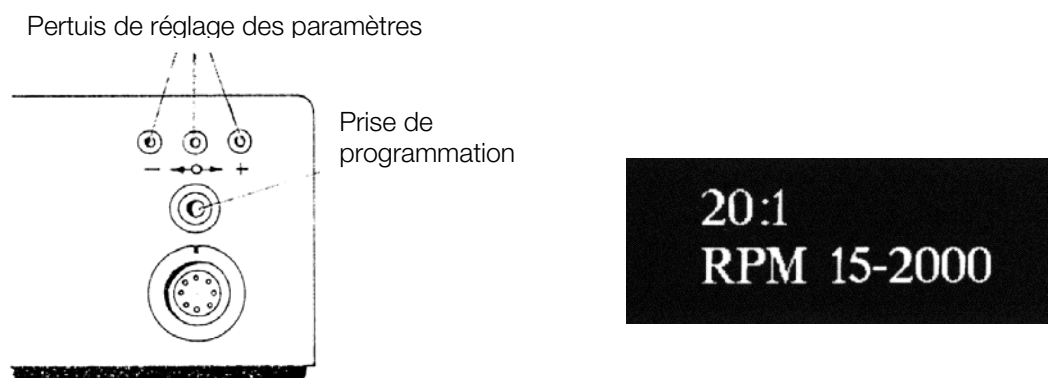

Fig. 11 + 12
2. Insérer dans la prise de programmation une clé système pour chirurgie correspondant au rapport de la pièce à main/du contre-angle utilisé (voir Fig. 11).